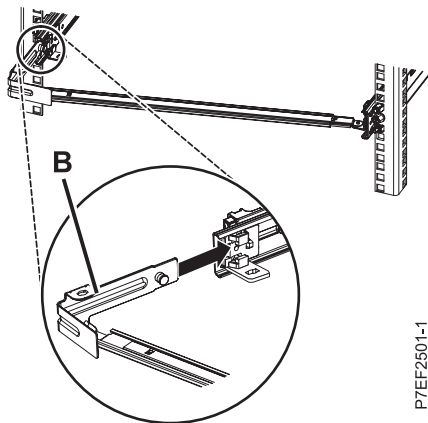

Abbildung 14. Stift herausziehen und Halterung in der Schiene installieren
3. Zum Anschließen der anderen Seite des Stützarms an der Rückseite der Schiene schieben Sie die Halterung **(B)** in die linke Schiene, bis die gefederte Verriegelung einrastet, wie in Abb. 14 auf Seite 12 dargestellt.